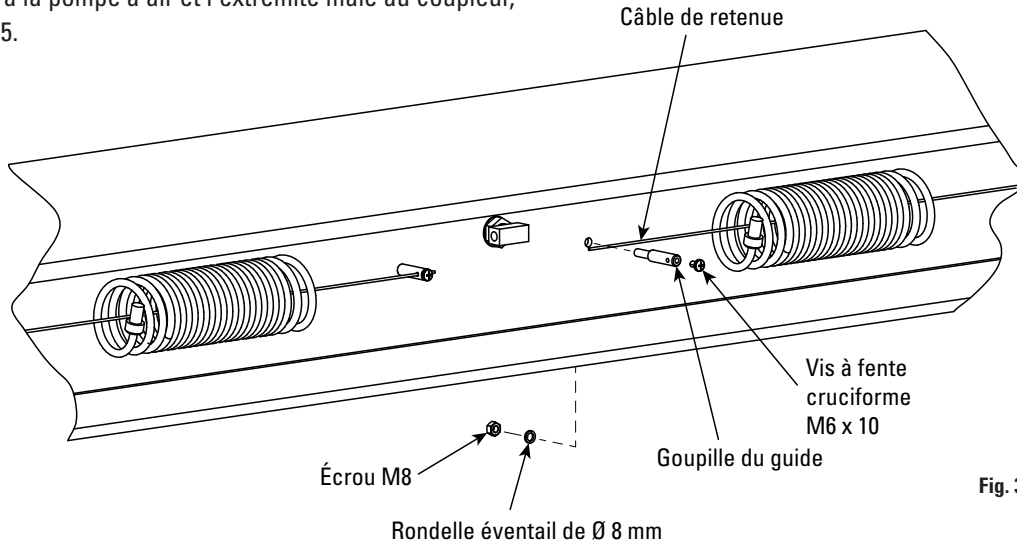
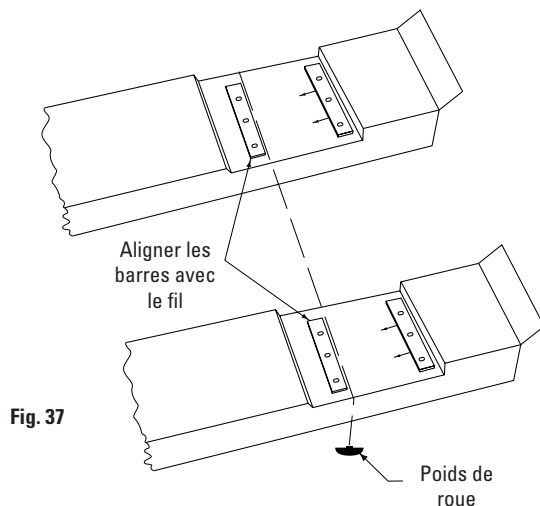

Fig. 36
Fig. 37
- A. Fixer les supports de retenue pour le flexible en spirale à l'aide d'une rondelle éventail M8, d'une rondelle frein et d'un écrou, Fig. 36.
- B. Insérer le câble de retenue par les spirales du flexible, Fig. 37. Insérer chaque extrémité du câble dans les supports de retenue. Fixer chaque extrémité de câble à l'aide d'une vis à tête cylindrique M6-10, Fig. 36.
- Assembler le câble de retenue en suivant les consignes décrites à la Section 24. Insérer le câble de retenue dans les spirales du flexible, Fig. 36. Raccorder une extrémité du flexible en spirale au coupleur soudé sur le cric de roulement, Fig. 34 et 35.
- Placer un fil à plomb, Fig. 37, sur les chemins de roulement de sorte que le fil fasse contact sur toute la longueur des deux barres de guide arrière. Si le fil ne touche pas, appuyer légèrement sur les extrémités des barres de guide jusqu'à ce que celles-ci fassent pleinement avec le fil. Fixer solidement les boulons de fixation des deux barres de guide arrière, puis retirer le fil.